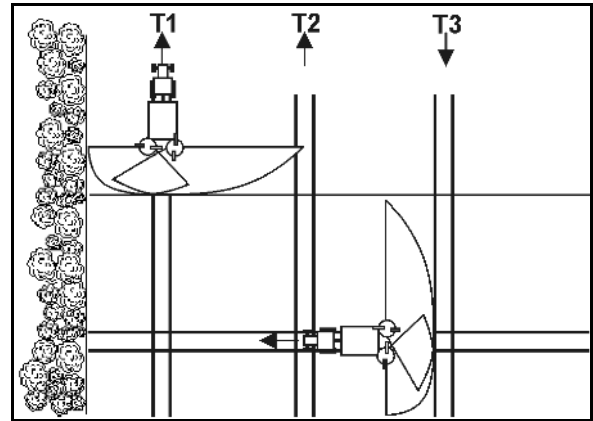

Bild 86
- Öppna slutspjällen när du kört in i körspåret vid punkt P1 (Bild 86), när spridartallrikarna är borttagna på sträckan X av vändtegens körspår.
- Stäng spjället innan du kör ut från körspåret vid punkt P2 (Bild 86), när spridartallrikarna befinner sig i höjd med vändtegens första körspår.